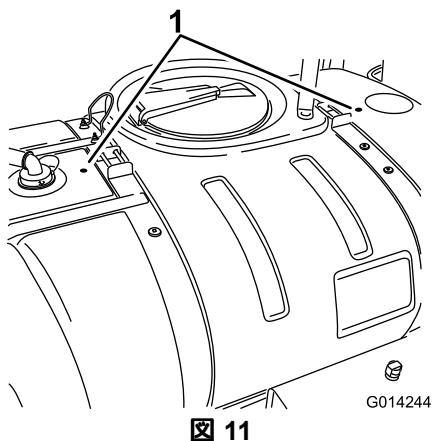

図11
- メインタンクについているドリルマーク2つを探し出す図11。